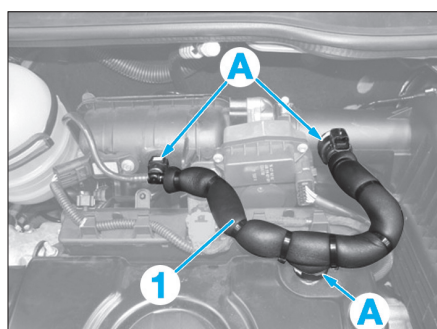

Fig. 25
- Désaccoupler le tuyau (1) en (A) (Fig.25).